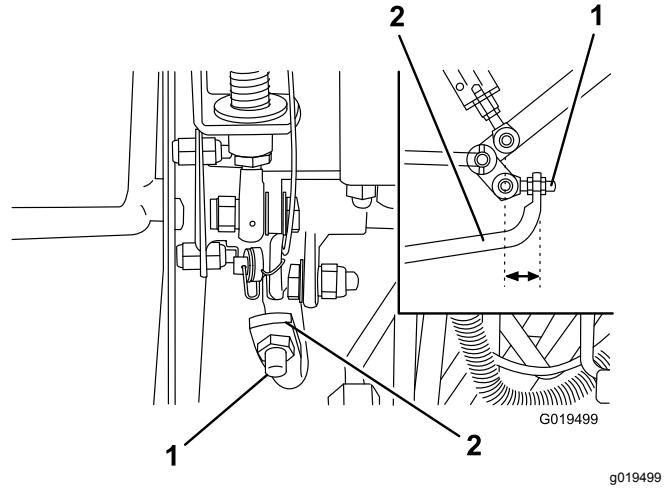

Figura 65
4. Ajuste as porcas de segurança na extremidade da barra da bomba para mover o tubo de controlo da bomba para a frente e eliminar o risco de deslizamentos para a frente, ou para trás para eliminar os deslizamentos para trás (Figura 65).